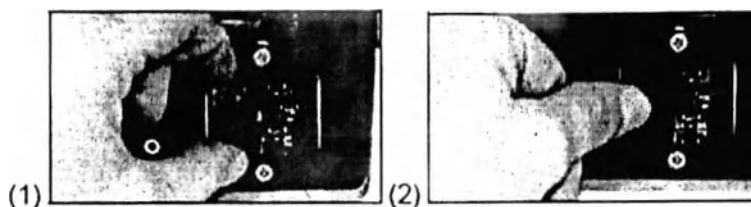

Рисунок 24. Установка предохранителя
4. Вставьте новый предохранитель в анализатор (рисунок 24).